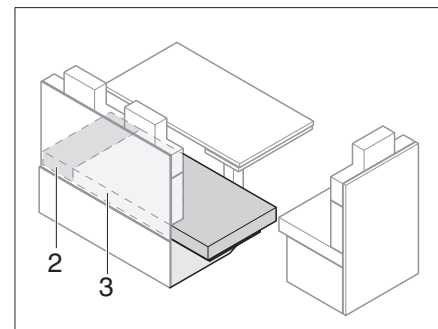

Fig. 143 Después de la ampliación
- Tirar el cojín del asiento (Fig. 143,3) a la prolongación del banco de asiento.
- Poner un cojín adicional (Fig. 143,2) entre el cojín del asiento (Fig. 143,3) y la pared exterior.
- Quitar los cojines adicionales (Fig. 143,2).
- Tirar del cojín del asiento (Fig. 143,3) y colocarlo sobre banco de asiento.